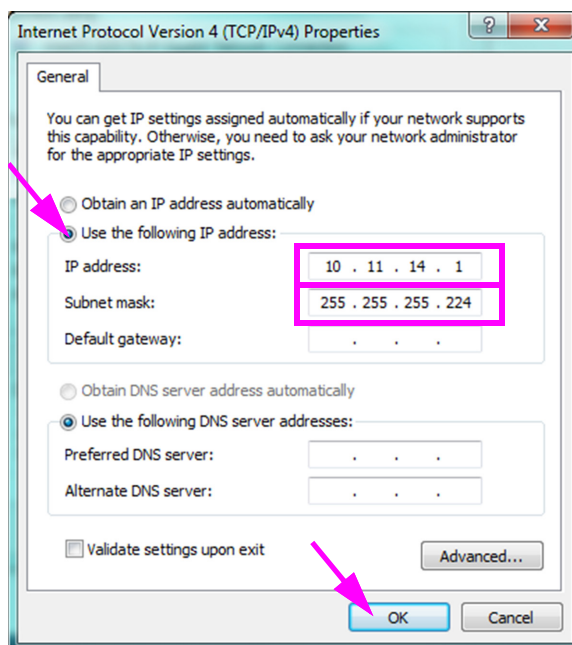

Figura 2-43. Schermata Internet Protocol Version 4 (TCP/IPv4) Properties [Proprietà protocollo Internet versione 4 (TCP/IPv4)]
9. In questa schermata, selezionare **Use the following IP address:** (Utilizza il seguente indirizzo IP:). Vedere la Figura 2-43.